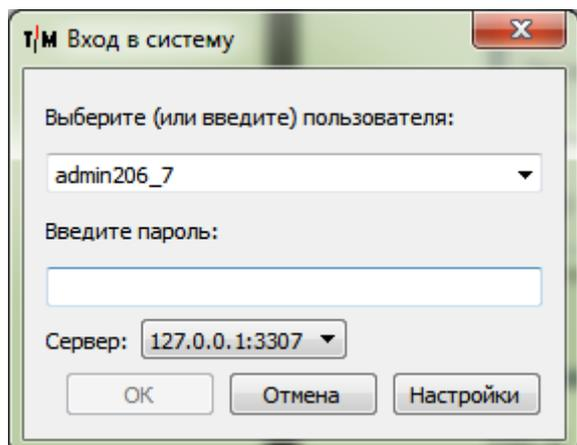

Рис. 7
4. Далее, в окне логина и пароля появится выбор сервера (рис. 7);
После заведения пользователя с ролью Администратор, программа предоставит окно для ввода логина и пароля и выбора сервера подключения (рис. 7), если их было введено больше, чем один за